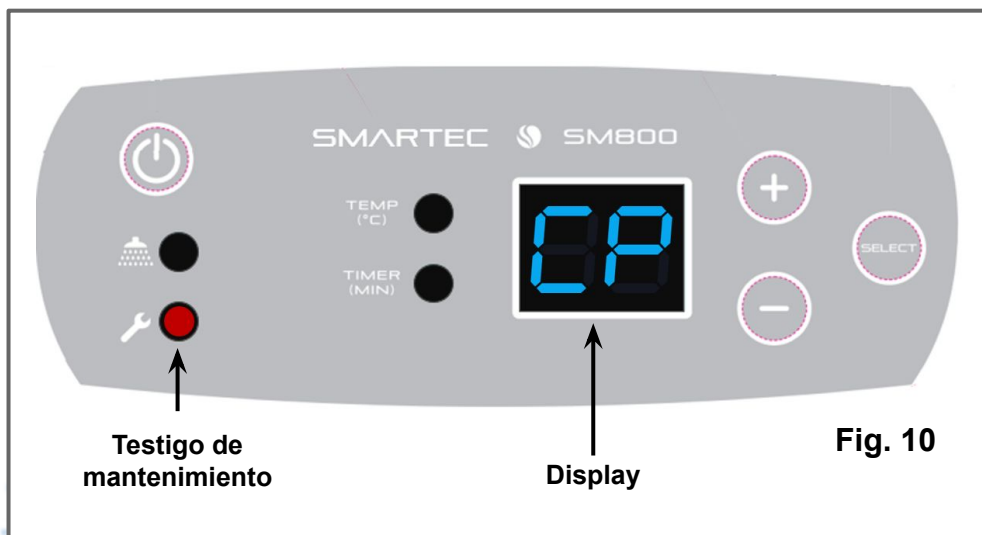

Fig. 10
- 5) Periódicamente, se recomienda activar la función de *Auto-Revisión Preventiva* del equipo. Para ello, mantenga oprimido el **botón “SELECT”** durante cinco segundos, hasta que el **testigo de mantenimiento** encienda (LED rojo), y el **display** muestre las siglas “CP” de Chequeo Preventivo (Fig. 10).